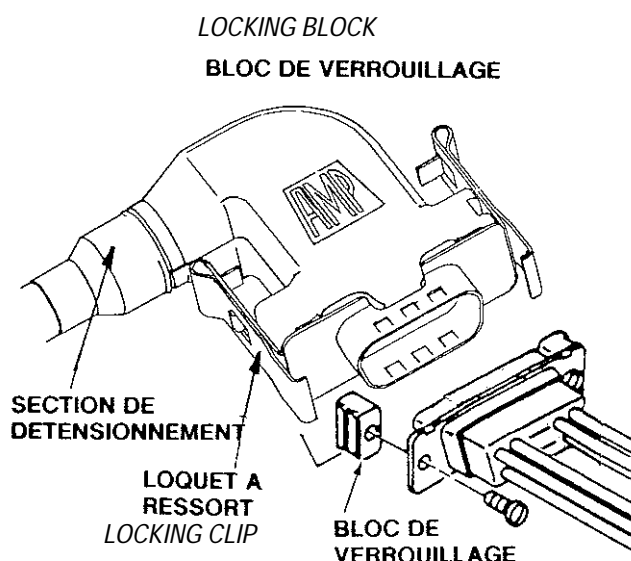

Figure 8
1. Avant d'installer la première moitié du serre-câble (3.6), installer les loquets à ressorts en les poussant dans les fentes de la moitié droite du serre-câble au moyen d'un tournevis ou d'un outil comparable (voir figure 8).
1. Before installing the first half hood (3.6), mount the locking clips by pushing them in the slots of the hood, with a screwdriver or another suitable tool (fig. 8).